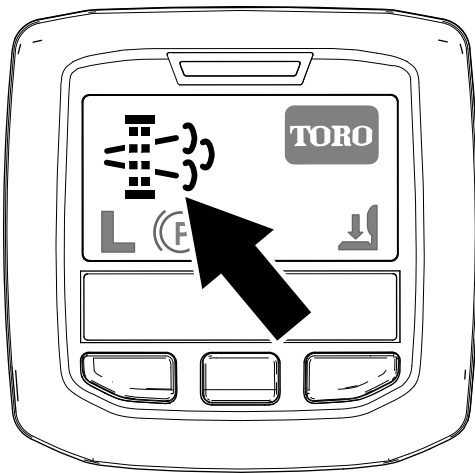

Figura 39
- El icono de regeneración con la máquina aparcada aparece en el InfoCenter (Figura 39).